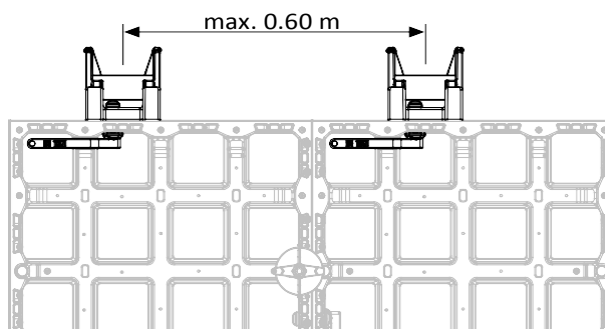

Fig. B10.10b
- Свържете всяка връзка за удължение DES (40) към елементи DP 135, DP 60 или DFP със съединители DUO (21).
- Макс. височина на вложките (90): 0.30 m.
- Макс. ширина на влияние: 0.60 m. (Fig. B10.10b)